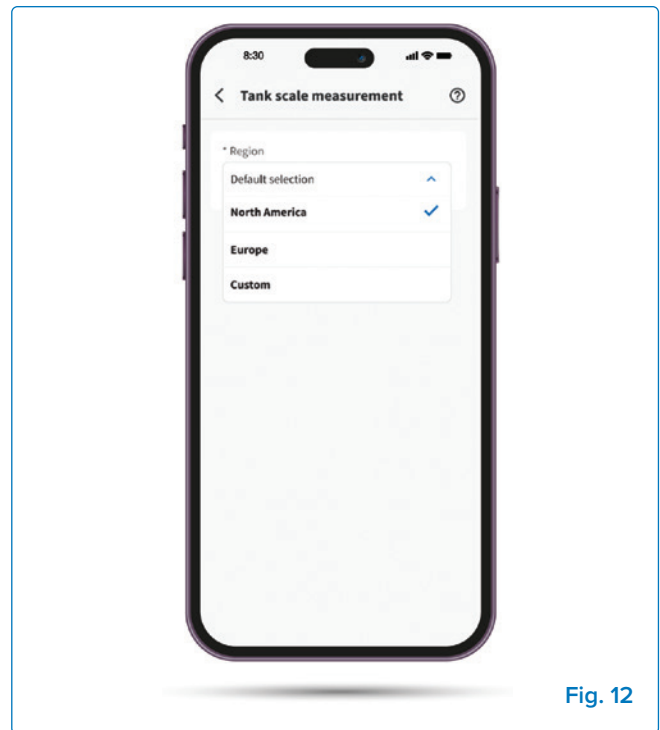

Fig. 12
- Abra la aplicación Napoleon Home y vaya a la sección de Balanza de Tanque (**Fig. 12**).